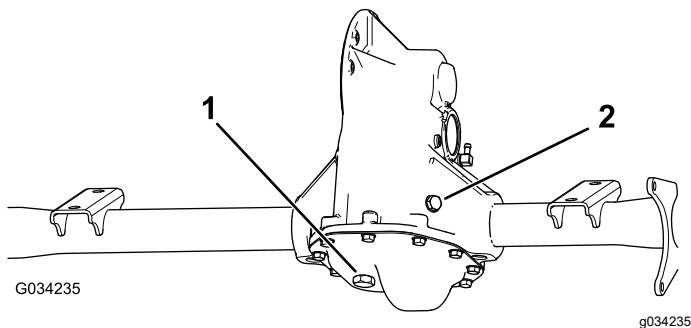

Bild 48
2. Entfernen Sie die Füllschraube am Getriebe (Bild 48).
3. Wenn der Ölstand niedrig ist, nehmen Sie die Füllschraube ab und füllen Sie die angegebene Ölsorte ein, bis das Öl aus dem Loch ausläuft (Bild 48).
1. Stellen Sie eine Auffangwanne unter die Ablassschraube (Bild 48).
2. Entfernen Sie die Füllschraube und die Dichtung (Bild 48).
3. Entfernen Sie die Ablassschraube und die Dichtung und lassen das Öl vollständig ablaufen (Bild 48).